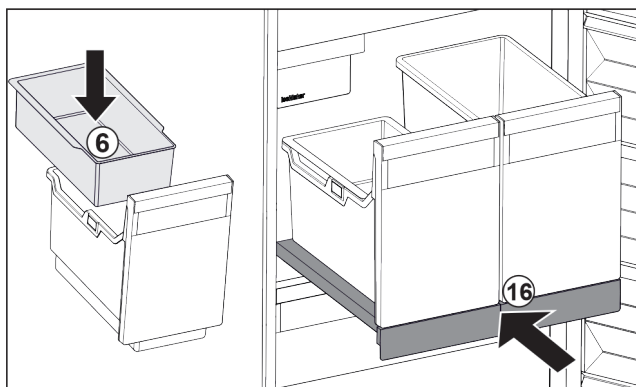

Fig. 25
- ▶ Umetnite ovjesnu posudu Fig. 25 (6) za kockice leda.
- ▶ Gurnite izvlačnu ploču sa spremnikom (IceTower). Fig. 25 (16)